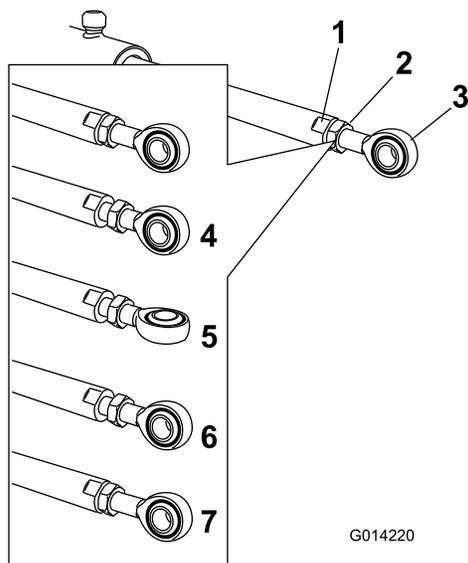

Figura 14
5. Utilize uma chave nos lados planos do acionador para imobilizar e, em seguida, desaperte porca para permitir que a barra do olhal seja manipulada (Figura 14).
- Rode a barra do olhal na barra do olhal para diminuir ou aumentar o acionador estendido para a posição desejada (Figura 14).